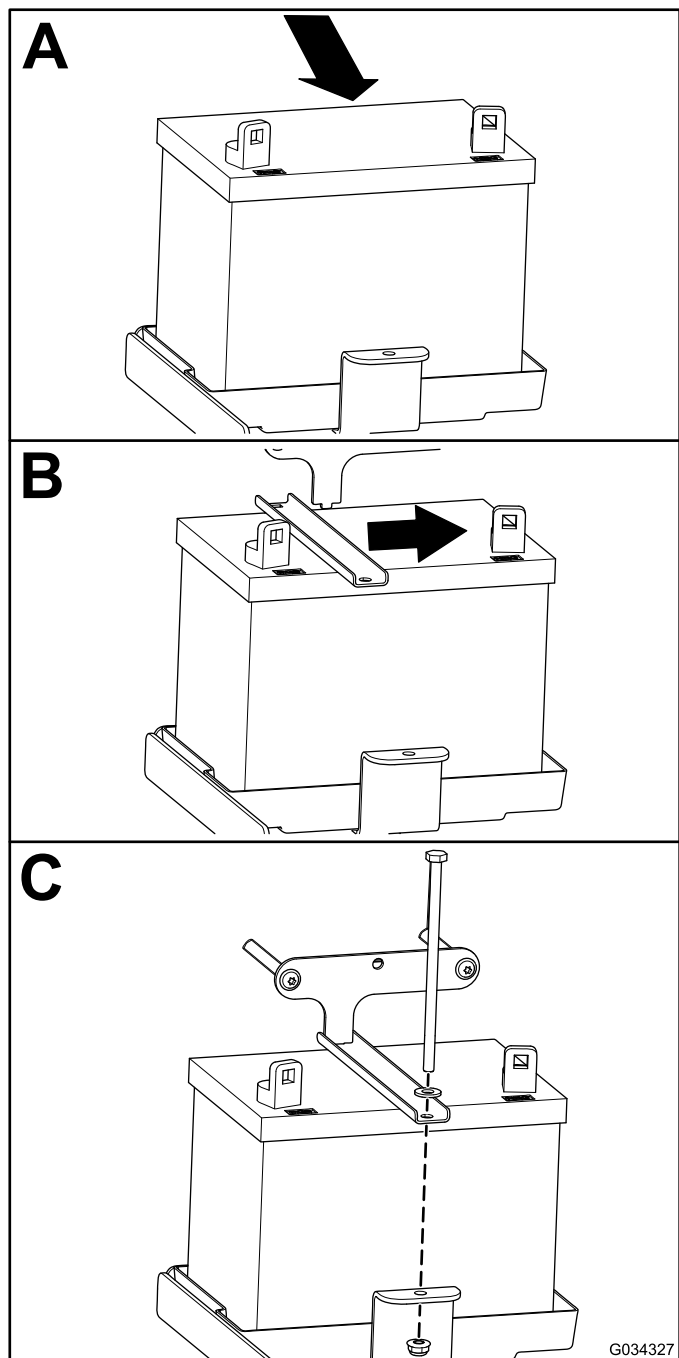

Figura 46
1. Montate la batteria come illustrato nella Figura 46.